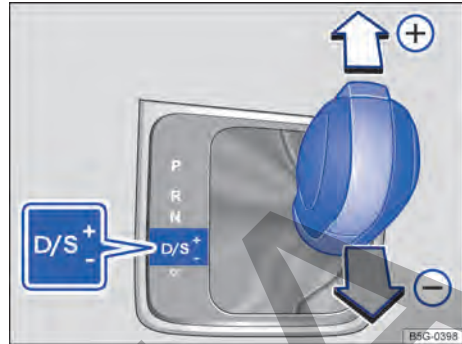

Fig. 93 Palanca selectora en la posición Tiptronic.
- Mover la palanca selectora hacia adelante (+) o para atrás (-), para aumentar o disminuir la marcha → fig. 93. ▶